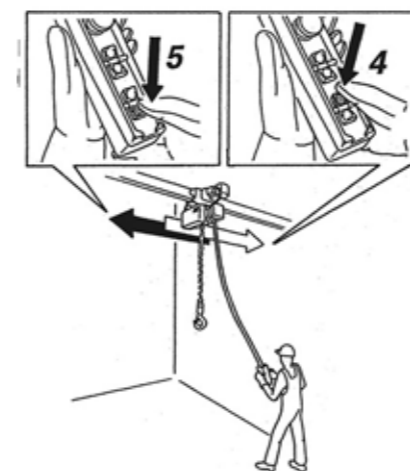

fig.44
12. Nel caso di paranco con carrello elettrico EM, premere il pulsante "4" traslazione a destra e poi il pulsante "5" per verificare che le direzioni corrispondano alla pulsantiera e alle targhe direzionali poste sulla trave. (fig.44)